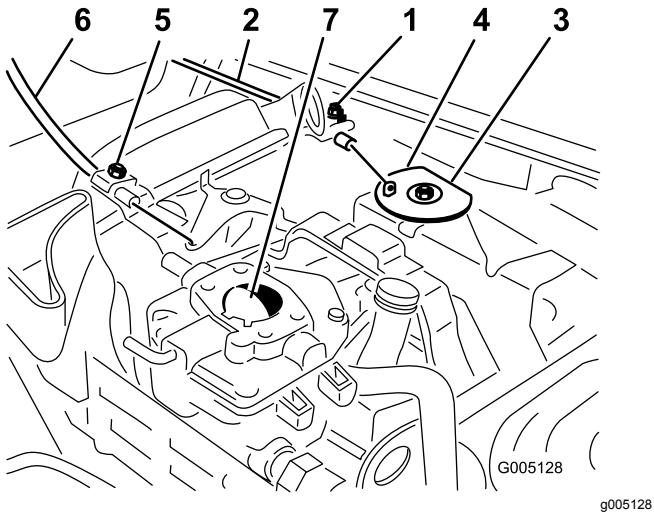

Figura 48
1. Liberte o parafuso que fixa o cabo ao motor (Figura 48).
3. Puxe o cabo do acelerador até que a zona traseira da cavilha entre em contacto com o batente (Figura 48).
3. Puxe o cabo do ar até que a borboleta se encontre completamente fechada e em seguida aperte o parafuso de fixação do cabo (Figura 48).